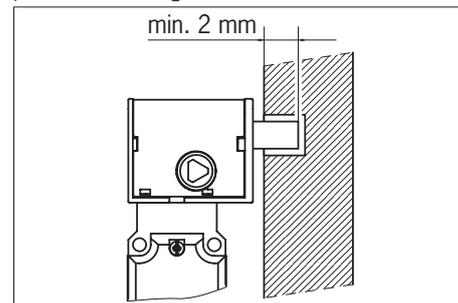

Fig. 1 : Interrupteur de sécurité TK avec interverrouillage
L'activation de l'interverrouillage provoque la sortie du doigt de verrouillage. L'interverrouillage se réalise lorsque le doigt de verrouillage s'insère par exemple dans un renforcement sur le cadre de la porte de protection (voir Fig. 1).
► Le recouvrement du doigt de verrouillage doit être au minimum de 2 mm (voir Fig. 1).